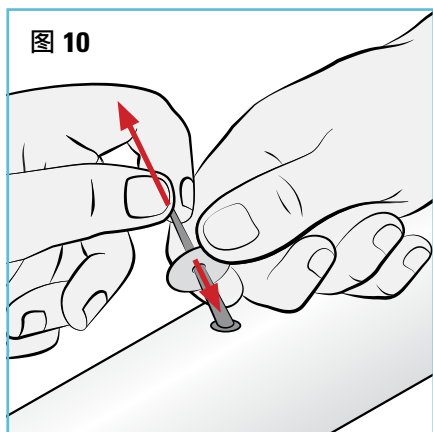

图 10
- 使 NetaFix 修复堵头的尾部穿过垫圈孔，垫圈的白色一侧朝向管道 (图 10)。